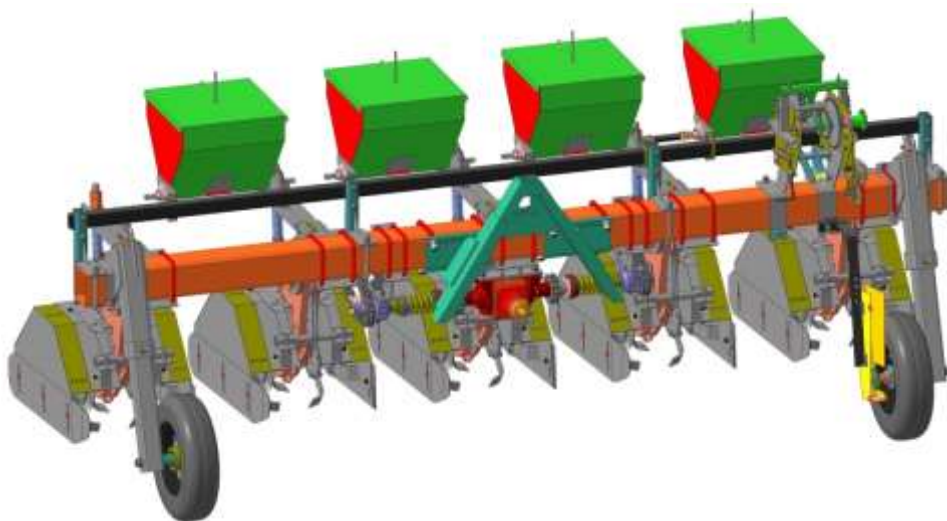

Рисунок 6 – Установка туковывсевающих аппаратов
3.6 По отдельной заявке на культиватор могут устанавливаться туковывсевающие аппараты для внесения сыпучих удобрений (рис. 6 – 7)